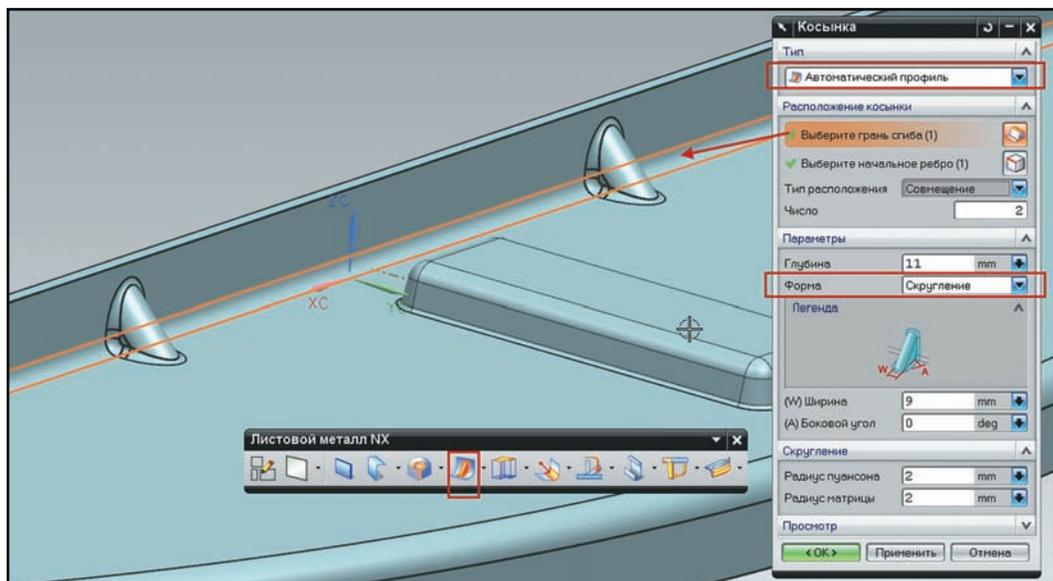

Рисунок 5.26. Создание ребер жесткости на фланцу
- В зависимости от выбранных значений этих двух опций будет предложен набор геометрических параметров определяющих параметры элемента. После задания значений этих параметров нажмите ОК для завершения построения (рис. 5.26).